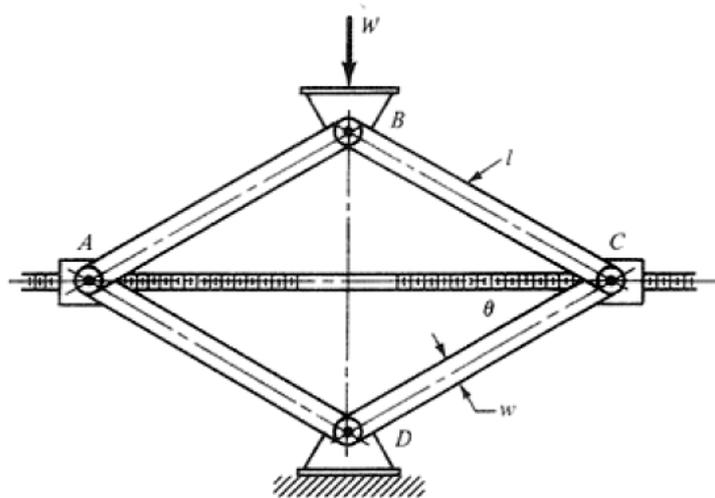

Figura 1.10
1.2.5 A Figura 1.10 mostra um desenho esquemático de um macaco de automóvel. As roscas nas extremidades (A e C) do parafuso foram maquinadas de modo a que o ângulo θ , de ligação entre as barras e o parafuso, varie entre 15 e 70 graus. As barras (AB, BC, CD, AD) são maquinadas em aço AISI 1020 com tensão de cedência de 380 MPa e módulo de Young de 207 GPa. Têm 300 mm de comprimento (l) e 25 mm de largura (w). Os pinos das extremidades (A, B, C, D) foram projetados de modo a funcionarem como apoios simples. Sabendo que se pretende aplicar um peso máximo de 2000 kg, determine a espessura das barras.